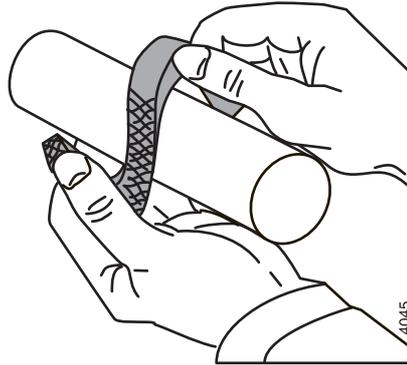

Abbildung 20: Aufbiegen Packungsringe Stopbuchspackung.
- 1 Die 5 Dichtungsringe werden angebracht. Die Dichtungen werden abwechselnd in die Öffnungen gelegt. Die Dichtungsringe dürfen nur axial aufgebogen werden, siehe Abbildung 20.